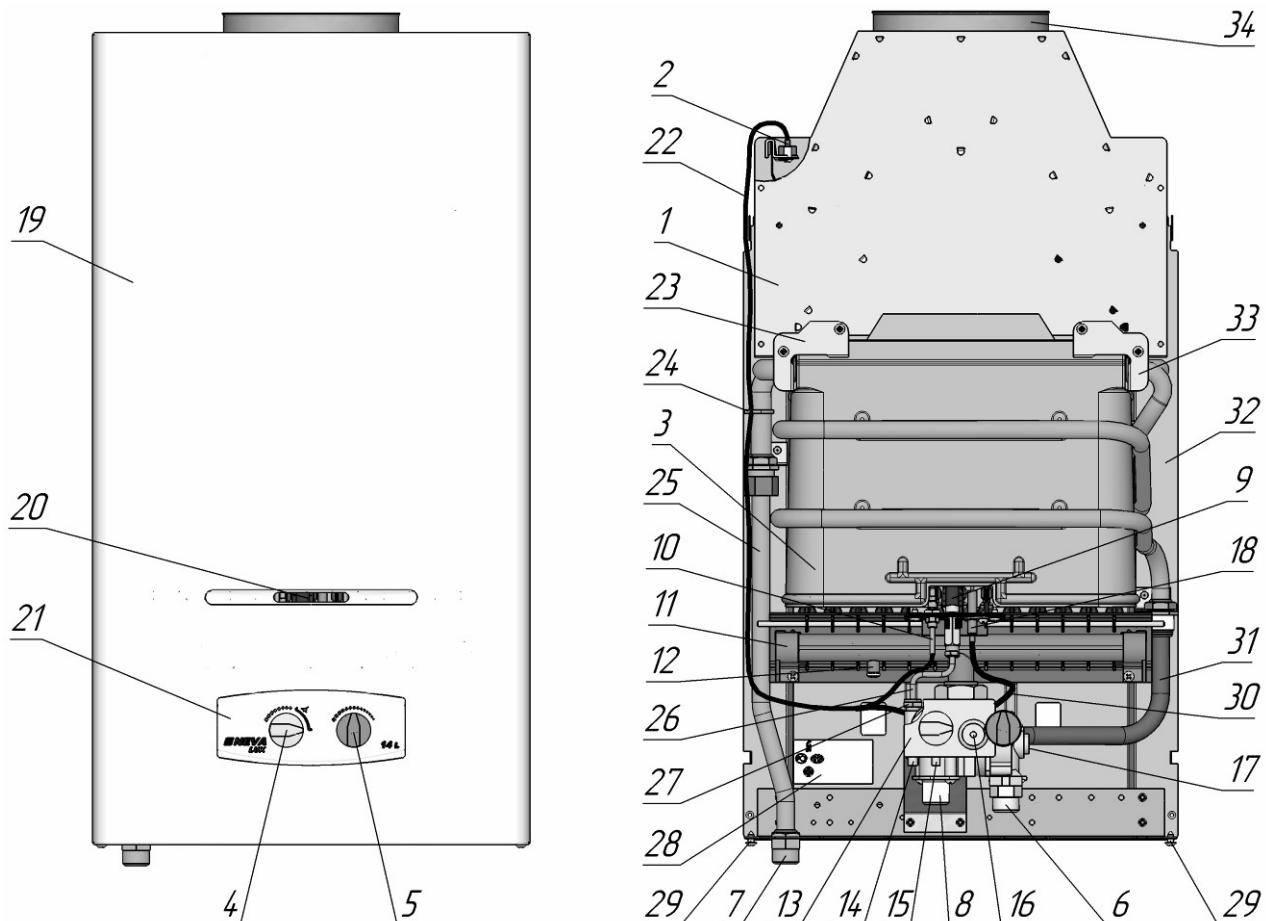

Рисунок 1. Вид аппарата
1.4.1 Аппарат настенного типа имеет прямоугольную форму, образуемую съемной облицовкой 19 (рис. 1). На лицевой стороне облицовки расположены: смотровое окно 20 для наблюдения за пламенем запальной и основной горелок, ручка розжига и регулировки мощности 4, ручка регулировки температуры/расхода воды 5. Все основные элементы аппарата смонтированы на задней стенке 32.
1.4.2 Назначение основных узлов аппарата (рис. 1, 2):
1.4.8 Регулятор давления газа, установленный в водогазовом узле, позволяет использовать аппарат при давлении природного газа в газовой сети 1274-1960 Па (130-200 мм.вод.ст.) без переналадки. При работе на сжиженном газе регулятор давления должен быть отключен путем заворачивания винта регулятора давления 16 (рис.1 и 2) по часовой стрелке до упора. Вращение винта 16 по часовой стрелке приводит к увеличению давления газа в коллекторе, против часовой стрелки - к уменьшению давления газа в коллекторе.
Перед установкой аппарата необходимо снять облицовку, для чего (см. рис. 1):
2.6.1 Аппарат должен быть подключен только на тот вид газа, который указан в разделе 7 настоящего руководства по эксплуатации и на табличке аппарата 28 (рис. 1).